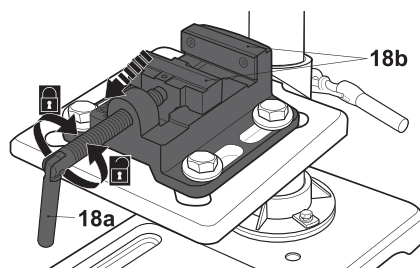

Fig. 19
- > Gire a manivela (18a) para a esquerda para abrir as pinças (18b) (Fig. 19).